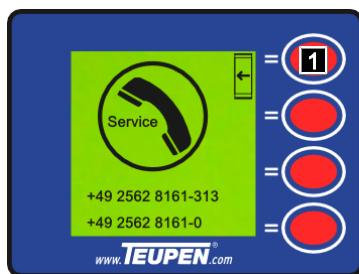

Abb. 87
1. Mit der [Funktionstaste] (Abb.87/1) zurück in das „Hauptmenü“ springen.